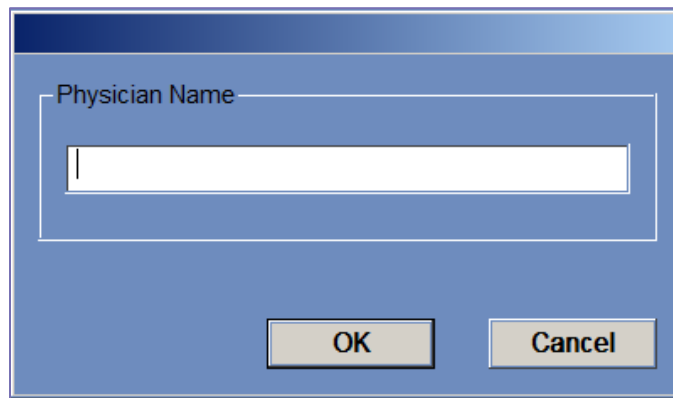

Figura 4-3: Finestra di dialogo dei Dati del trattamento
1. Fare clic **TREATMENT** sulla schermata **Avvio**; la finestra di dialogo con i dati di trattamento è aperta (vedi Figura 4-3)